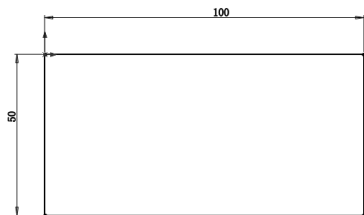

图 5-103 绘制的草图
- 3) 选择菜单栏中的“工具”→“草图绘制实体”→“矩形”命令，以原点为一角点绘制一个矩形，并标注尺寸，如图 5-103 所示。